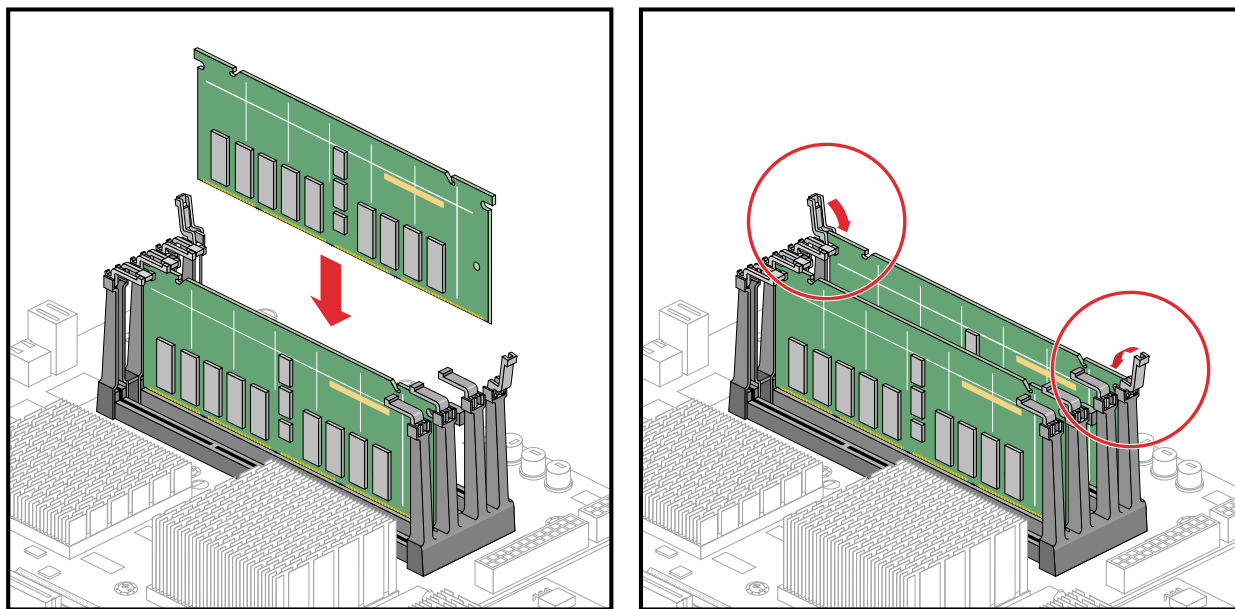

図 4-10 DIMM の取付け
2. 図 4-10 に示すように、ソケット両端の取出しラッチを垂直になるように回転させます。